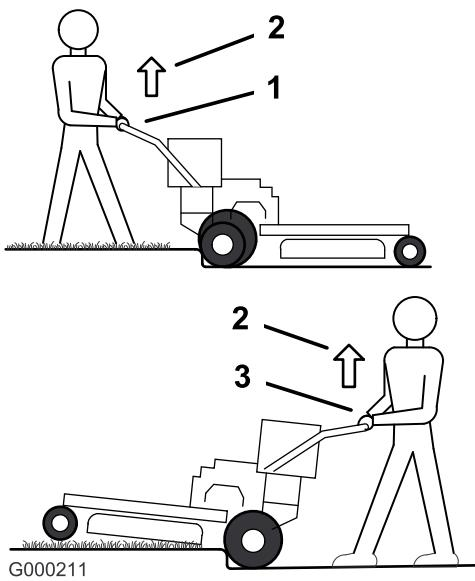

Figure 10
3. Conduisez la machine jusqu'à ce que les roues pivotantes rencontrent la bordure (Figure 10).
4. Appuyez sur le guidon pour soulever l'avant de la machine (Figure 10).
5. Conduisez la machine jusqu'à ce que les roues motrices rencontrent la bordure (Figure 10).
6. Abaissez l'avant de la machine (Figure 10).
7. Engagez la barre de commande inférieure et soulevez la partie inférieure du guidon simultanément pour monter sur la bordure (Figure 9 et Figure 10).
3. Conduisez la machine jusqu'à ce que les roues motrices rencontrent la bordure (Figure 10).